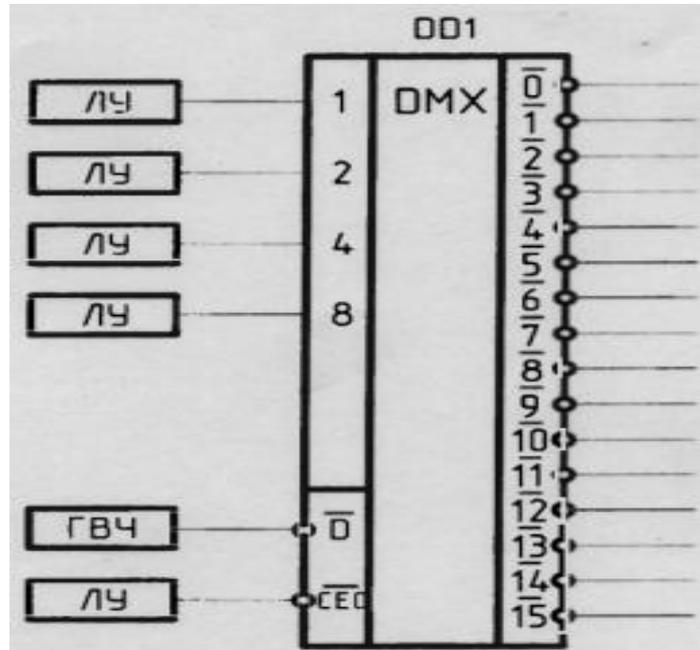

Рис. 3. Исследование работы микросхемы К155ИД3 как демультиплексора на 16 выходов
- исследуется работа демультиплексора на 16 выходов (рис.3);
2. - в схеме на рис.3 передайте сигнал с ГВЧ на заданный преподавателем выход демультиплексора;